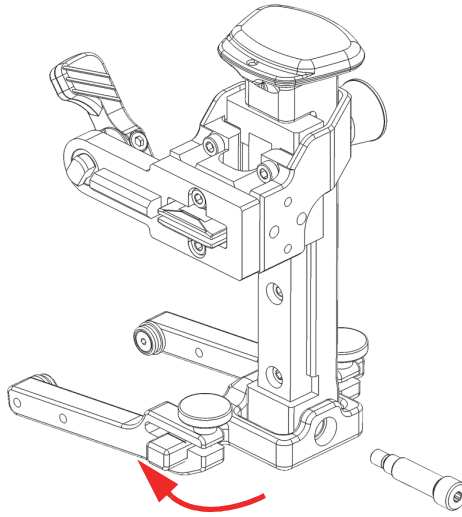

图 2-24 翻转枢的旋转梁
6. 将轭的旋转梁旋转180度，然后将弹簧加载臂的导轨重新滑入到轭的旋转梁中（参见第53页的图 2-24）。